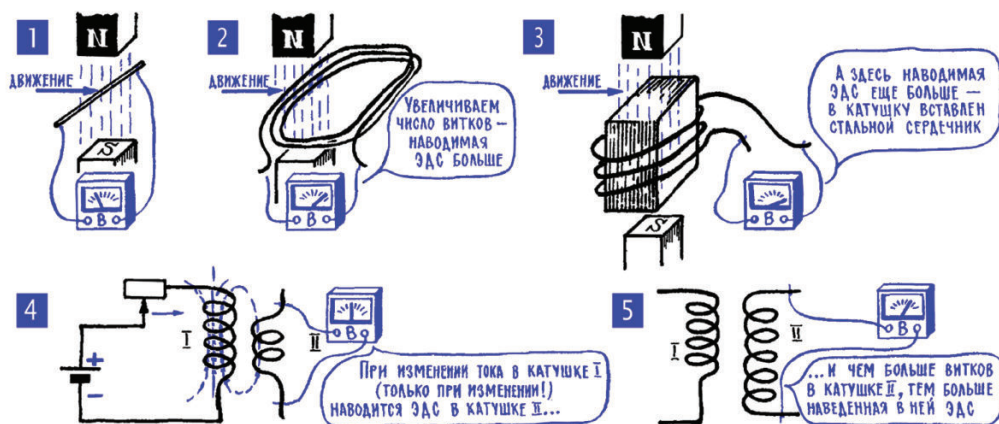

Рис. 5.8. Самоиндукция и взаимоиндукция в катушках индуктивности
То же самое можно сказать и о процессе взаимоиндукции. Здесь для получения ЭДС располагают рядом две катушки (рис. 5.8; 4) – первичную I (в ней меняется ток и создается меняющееся магнитное поле) и вторичную II (в ней наводится ЭДС взаимоиндукции). Чем больше витков в этой вторичной катушке, тем больше наведенная в ней ЭДС. Кстати, такое устройство из нескольких катушек (обмоток) называется трансформатором. Вскоре мы познакомимся с ним подробнее (гл. 6; 25).
15. *Индуктивность характеризует способность катушки создавать магнитное поле, единица индуктивности – генри.* Зависимость ЭДС самоиндукции от скорости изменения тока позволяет ввести точную характеристику тех свойств самой катушки, которые говорят об умении взаимодействовать с магнитным полем и создавать свое поле. Мы упоминали, что магнитное поле катушки тем сильнее, чем больше в ней витков, и что поле резко усиливается, если вставить в катушку ферромагнитный сердечник (гл. 5; 6; рис. 5.8; 3). Теперь мы можем о магнитных свойствах катушки судить по той ЭДС, которая в этой катушке наводится. Характеристика катушки, которая рассказывает об этом, называется ее коэффициентом самоиндукции, или, короче, коэффициентом индуктивности, или, еще короче, просто индуктивностью. Обозначается этот коэффициент буквой L ,